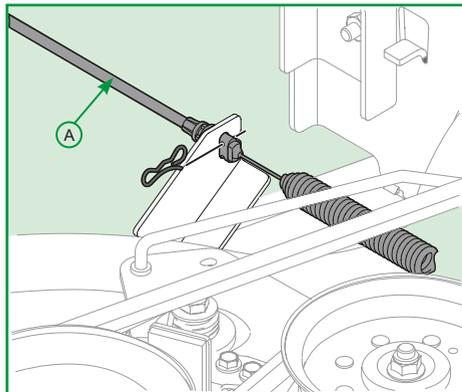

Figura 6
5. Cuidadosamente, fije el cable del PTO (A) en el soporte que está localizado en la parte trasera de la plataforma de corte con la grampa de seguridad y fije el resorte en el soporte de la plataforma de corte, conforme la Figura 6;